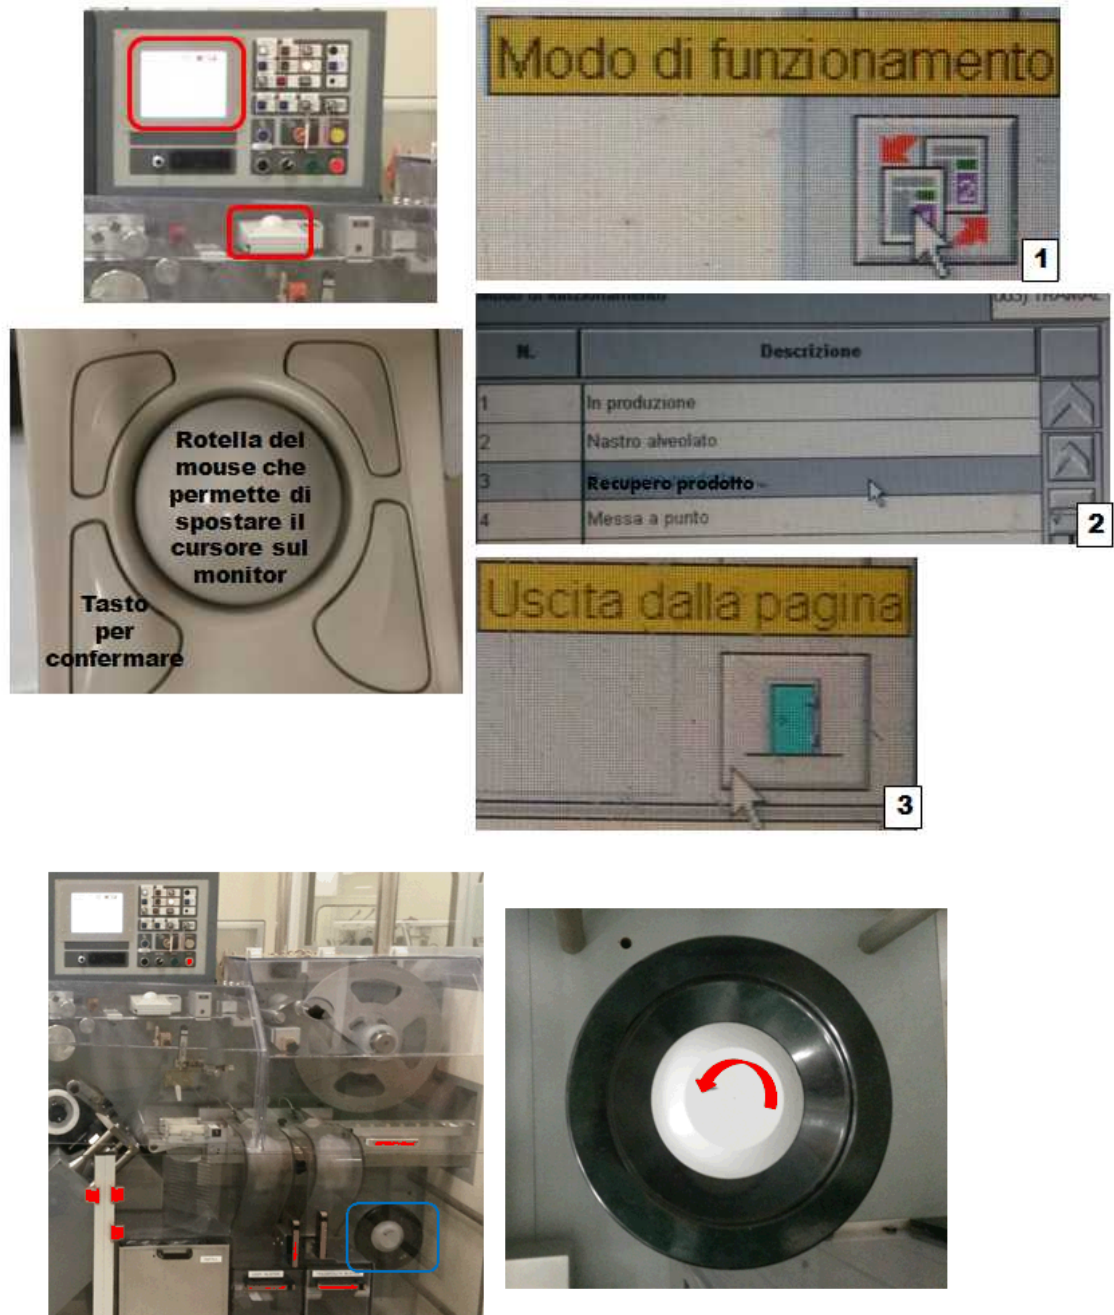

Figura 3
- Selezionare sul monitor la voce “Recupero prodotto” (figura 3, punto 2).
- Cliccare sul pulsante Uscita dalla pagina (figura 3, punto 3) e visualizzare sul monitor il seguente messaggio: TRANCIA DISINNESTATA.
- Ruotare in senso antiorario la manopola mostrata in figura 3 e arrestarsi quando si verifica il segnale di scatto.